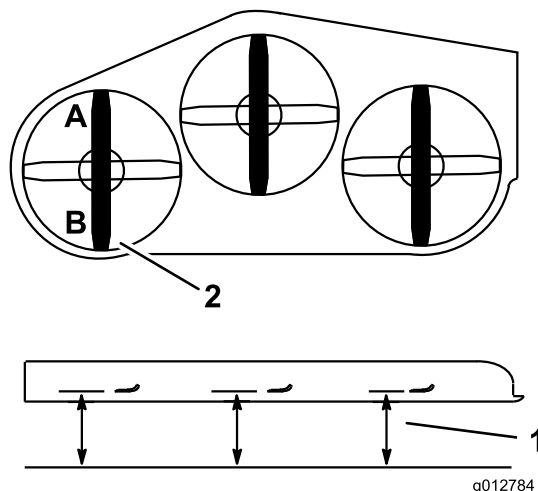

Figure 85
2. Mesurez et notez la distance au point **A** entre la surface plane et le tranchant de la pointe de la lame gauche (Figure 85).
3. Mesurez et notez la distance au point **B** entre la surface plane et le tranchant de la pointe de la lame gauche (Figure 85).
4. La lame doit être plus basse de 6 à 10 mm au point **A** qu'au point **B** (Figure 85). Si ce n'est pas le cas, passez aux étapes suivantes.